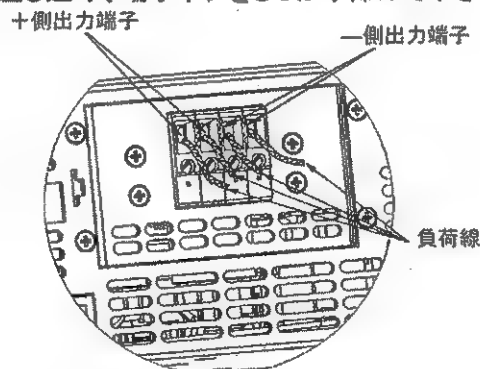

図 3-8 出力端子への負荷線の接続
3. 剥離した線を端子の中に差し込み、端子ネジをしっかり締めて下さい。(図 3-8 参照)